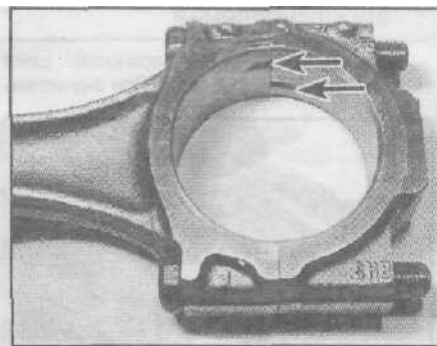

Рис. 30.3. Правильное расположение выступов на шатунных подшипниках [показаны стрелками]
- 3 Вдавите вкладыши в шатуны и крышки и обильно смажьте их маслом [см. рис. 30.3].